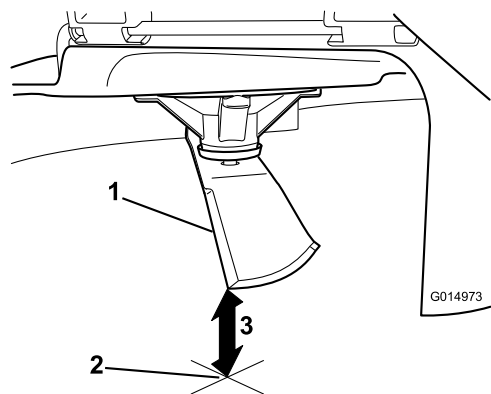

Figura 63
5. Măsurai de la vârful lamei până la suprafața plană (Figura 63).